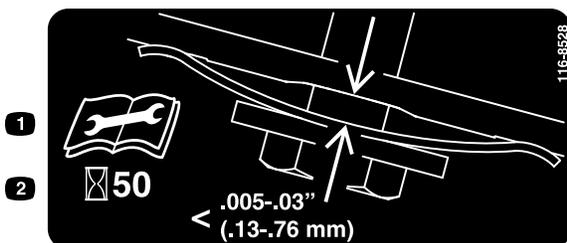

Figure 39
3. Placez une jauge d'épaisseur entre 0,13 et 0,76 mm (0,005 et 0,03 po) contre la paroi et faites-la glisser vers le bas derrière le ressort de tension de la courroie; voir Figure 39.